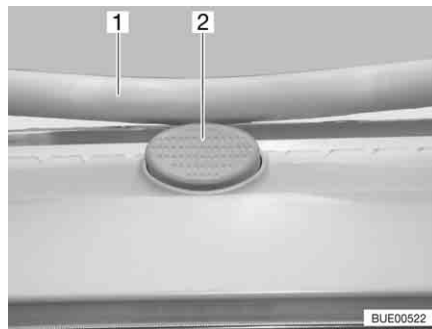

Bild 64 Sicherungsknopf an der Heki-Dachhaube
- Den Sicherungsknopf (Bild 64,2) drücken und den Bügel (Bild 64,1) mit beiden Händen nach unten ziehen.
- Den Bügel mit beiden Händen nach oben drücken, bis der Bügel oberhalb des Sicherungsknopfes (Bild 64,2) liegt.